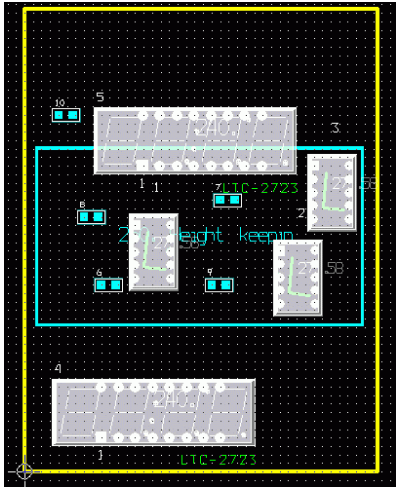

рис. 5-10
Если теперь выполнить команду «Auto → Place → Board», мы увидим примерно то, что показано на рис. 5-10. Как и следовало ожидать, компоненты ② находятся внутри зоны Height Keepin. Все остальные компоненты имеют высоту меньшую указанных 250 милей, поэтому действие obstacle на них не распространяется. Они могут располагаться в произвольном месте.